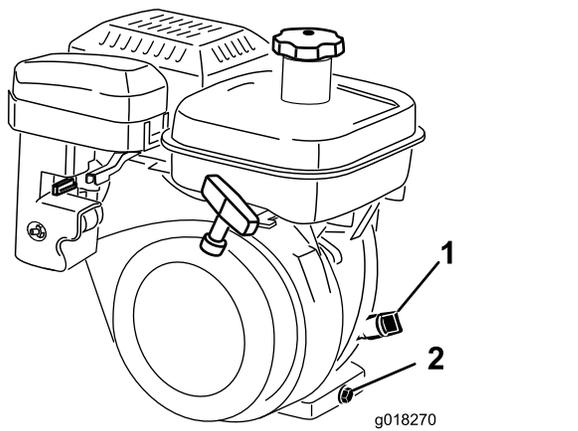

图34
2. 调整机器使发动机保持水平并清洁量油尺周围的区域图34。
3. 逆时针旋转油位量油尺然后将其取出图34。
2. 在机器后部的排油塞下放置一个放油盘(图34)。拧松排油塞。